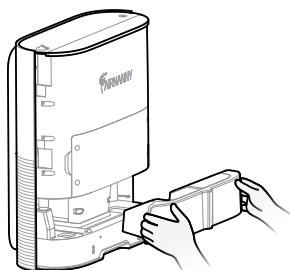

Рис. 26
3. Выньте бачок увлажнителя (см. рисунок 26);